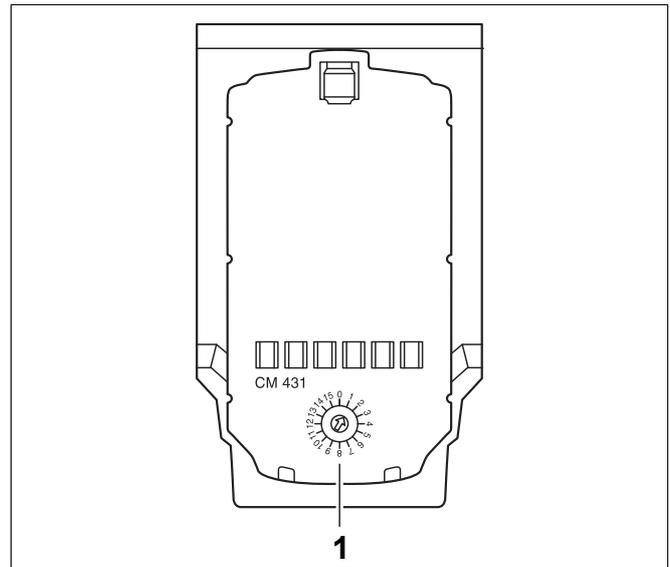

Рис. 8 Настройка адресов
Настройка адресов (→ рис. 8, [1]) находится в системе управления Logamatic 4324 на модуле CM431 (за пультом MEC2H).
- ▶ Установите отвёрткой адрес системы управления (→ рис. 8).